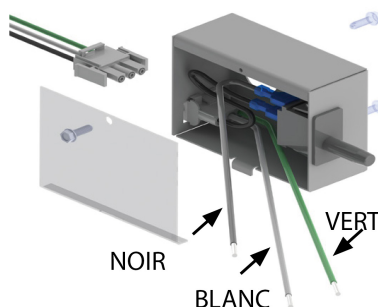

Figure 31. Branchements électriques / connecteur molex
2. Tournez, d'un tour maximum vers la gauche, la vis d'essai de pression de sortie (bossage de pression de sortie, Figure 31), en utilisant une clé Allen de $\frac{3}{32}$ ". Fixez un boyau et un tube en U étalonné, ou un manomètre numérique, sur le bossage de pression d'arrivée. Le boyau devrait recouvrir le bossage de $\frac{3}{8}$ ". L'échelle de mesure du manomètre doit aller de 0 à 15" CE, minimum.
2. Tournez, d'un tour maximum vers la gauche, la vis d'essai de pression de sortie (bossage de pression de sortie, Figure 31), en utilisant une clé Allen de $\frac{3}{32}$ ". Fixez un boyau et un tube en U étalonné, ou un manomètre numérique, sur le bossage de pression de sortie. Le boyau devrait recouvrir le bossage de $\frac{3}{8}$ ". L'échelle de mesure du manomètre doit aller de 0 à 15" CE, minimum.
4. Enlevez la vis d'obturation du régulateur de puissance minimale d'utilisation (Figure 31) et tournez la vis de réglage en plastique vers la droite pour augmenter la pression au collecteur et vers la gauche pour la réduire. Réglez toujours le régulateur selon les spécifications du fabricant de l'équipement original indiquées sur la plaque d'homologation de l'appareil. Remplacez la vis d'obturation du régulateur.
5. Activez le solénoïde principal ainsi que la borne HI en connectant R/W1 et W1/W2 sur le contrôle intégré de la fournaise. Retirez la vis du couvercle du régulateur de la tour de réglage du régulateur de pression de sortie haute (Figure 31) et tournez la vis de réglage du régulateur en plastique dans le sens horaire pour augmenter la pression du collecteur ou dans le sens antihoraire pour réduire la pression du collecteur. Ajustez toujours le régulateur selon les spécifications du fabricant d'équipement d'origine indiquées sur la plaque signalétique de l'appareil.